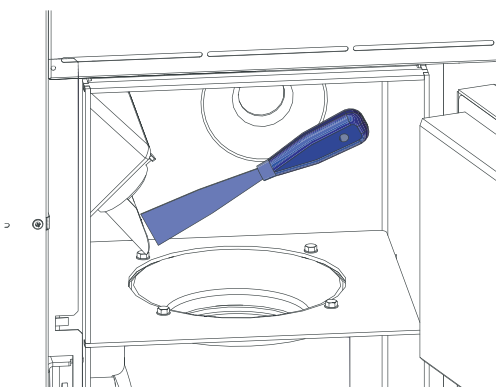

Fig. 51 Pulire il tubo di caduta
- ▶ Se necessario, pulire la parte interna del tubo di caduta con un cacciavite – Fig. 51.